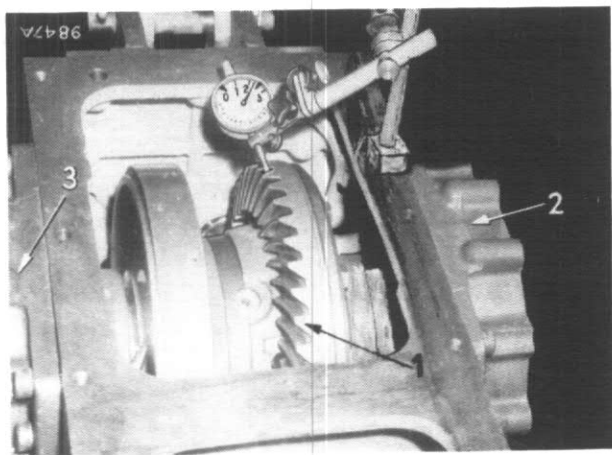
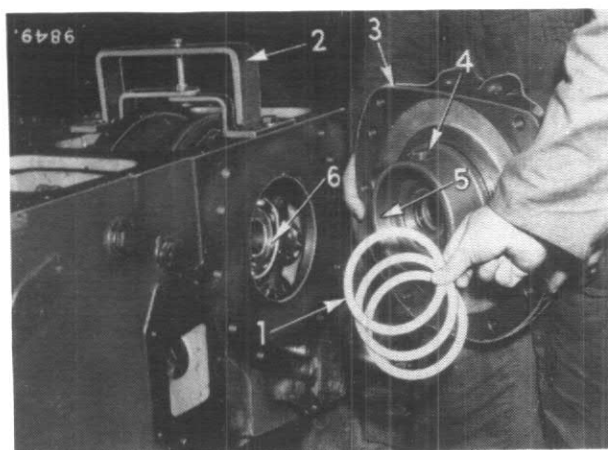

Figure 131
Figure 132
Montez tout d'abord un comparateur sur le bâti principal, comme illustré sur la Figure 131, en plaçant la pointe de l'instrument perpendiculairement à la dent de la couronne, sur la portée d'engrènement.
3. Carter de frein (13)
6. Roulement à rouleaux coniques (9)
Une fois déterminée l'épaisseur des cales, soulagez le différentiel à l'aide du support (2, Fig. 132) et déposez le carter de frein (3). Introduisez ensuite les cales (1) dans le logement (5) puis remettez le carter de frein en place.
Vérifiez à nouveau le jeu entre-dents de la façon illustrée en Figure 131, le roulement (6) Fig. 132 étant serré contre les cales (1)